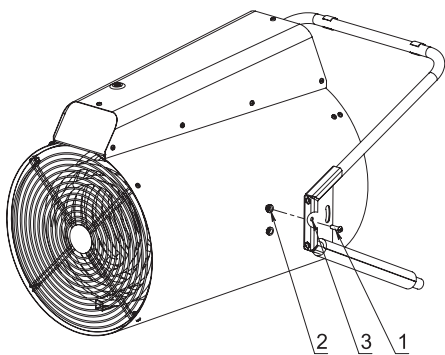

Рис. 2
Совместить отверстие в опоре (3) с верхней резьбовой гайкой (2) на корпусе и наживить винт М6х20 (2 шт.) (1) с обеих сторон теплового вентилятора (Рис. 2)